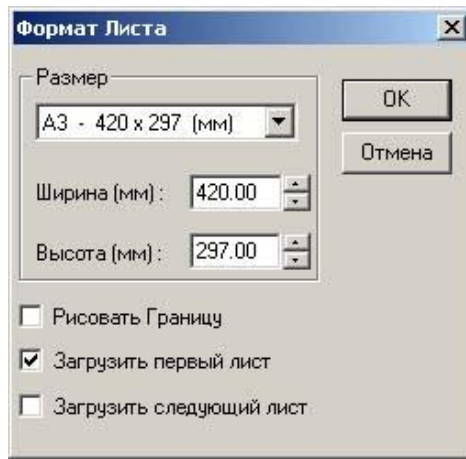

Рисунок 1.28 – Вибір формату листа
1. Виберіть команду «Формат листа» з меню «Режим». З'явиться діалог «Формат листа» (рис. 1.28).